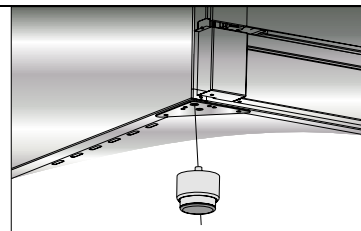

Figura 4
3. Se o seu fogão tiver pés de borracha como indica a Figura 4, poderá ajustá-los girando-os no sentido dos ponteiros do relógio ou em sentido contrário.